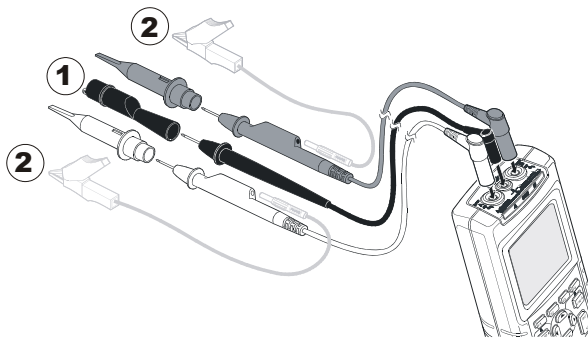

图 2-3. 电压测量设置
请见图 2-3。短接地导线 ② 必须连接到同一接地电位，以确保正确接地。还可使用测试导线 ① 进行接地。另见第 9 章“使用正确接地”。